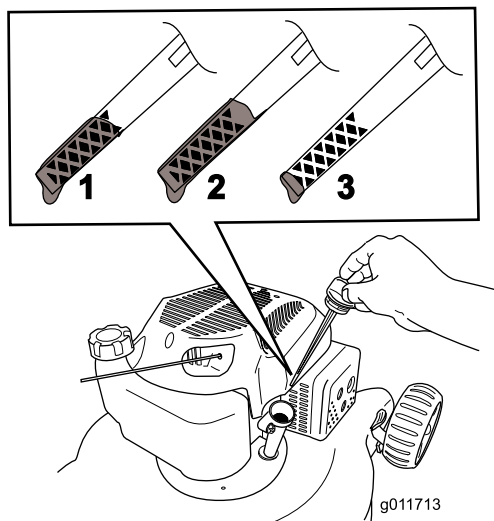

Figura 4
2. Retire la varilla (Figura 4).
3. Vierta aceite **lentamente** en el tapón de llenado de aceite, espere unos minutos y compruebe el nivel de aceite en la varilla limpiando la varilla e insertándola **sin enroscar** en el orificio (Figura 4).
Nota: Llene el cárter con aceite hasta que la varilla indique que el nivel del aceite del motor es correcto, según se muestra en Figura 4. Si usted llena demasiado el motor, vacíe el exceso de aceite